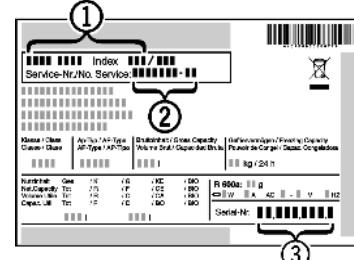

Fig. 7
► Прочетете от идентификационната табелка описането на уреда Fig. 7 (1), сервизния № Fig. 7 (2) и серийния № Fig. 7 (3). Идентификационната табелка се намира на лявата вътрешна стена на уреда.
► Обадете се на сервизната служба и посочете неизправността, описането на уреда Fig. 7 (1), сервизния № Fig. 7 (2) и серийния № Fig. 7 (3).